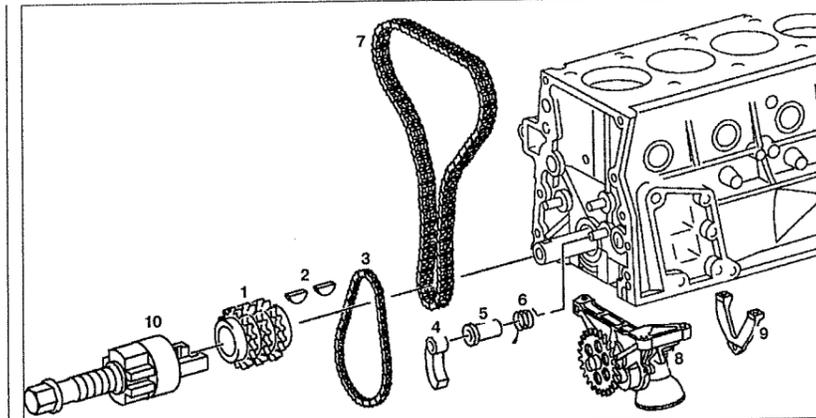

Рис. 2.33. Зубчатый шкив коленчатого вала:
2. Снимите масляный насос 8 (см.рис. 2.33).